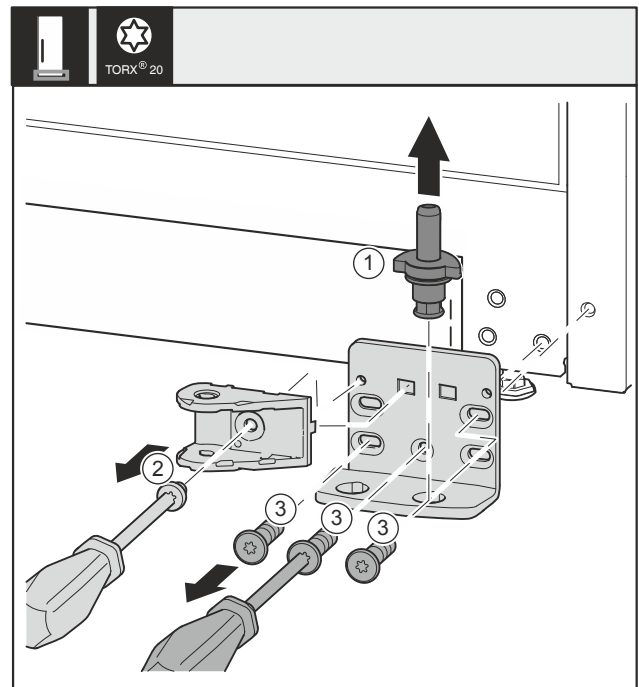

Fig. 31
- Retirer entièrement l'axe de palier Fig. 31 (1) par le haut.
- Desserrer la vis Fig. 31 (2) avec un tournevis et retirer la liaison de l'amortisseur de fermeture.
- Desserrer les vis Fig. 31 (3) avec un tournevis et retirer le support de palier.